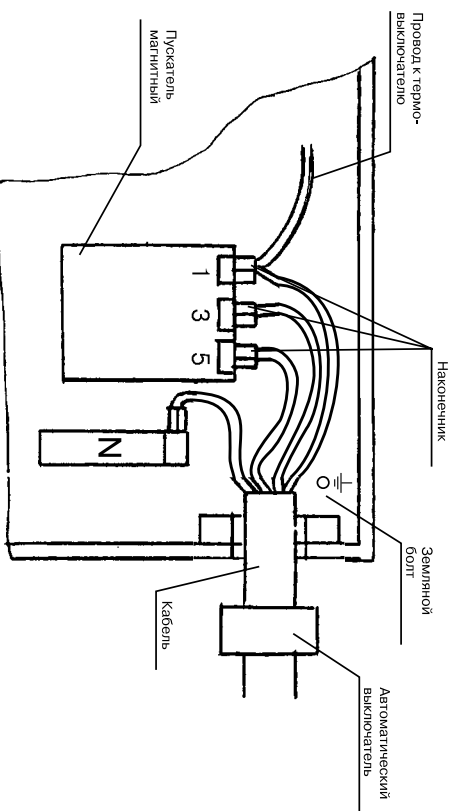

Рис.3.
5.3. Подключение электрочелюп к электросети производится согласно схемы рис. 3 с обязательным применением наконечников из комплекта поставки. Наконечники закрепить к проводам рабочей (фазной) проводки (3 шт.), к проводам рабочей и защитной нейтральной (2 шт. – П6-6-ЛТ-07), опать, закрепить гайками и защитной нейтральной (контакты 1,3,5), клемме нейтральной (N) и клемме заземления (\perp).